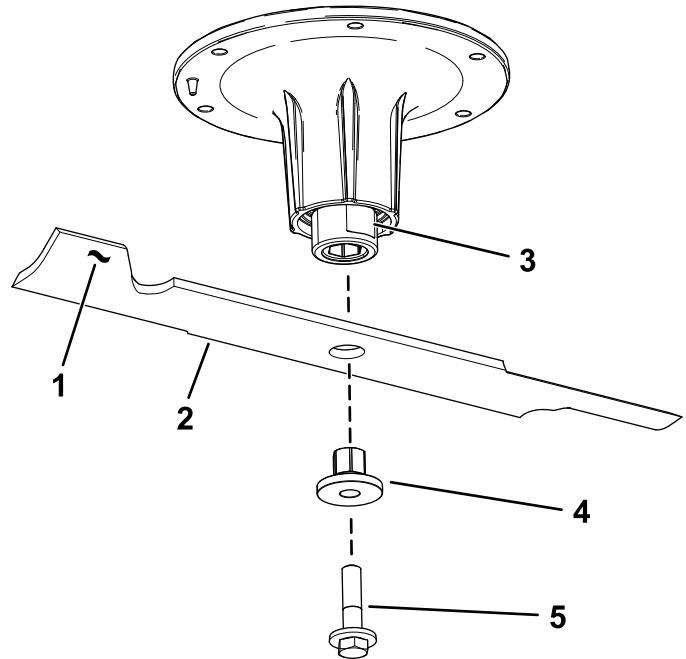

Figura 118
2. Retire a cavilha da lâmina, o casquilho, e a lâmina do eixo (Figura 118).